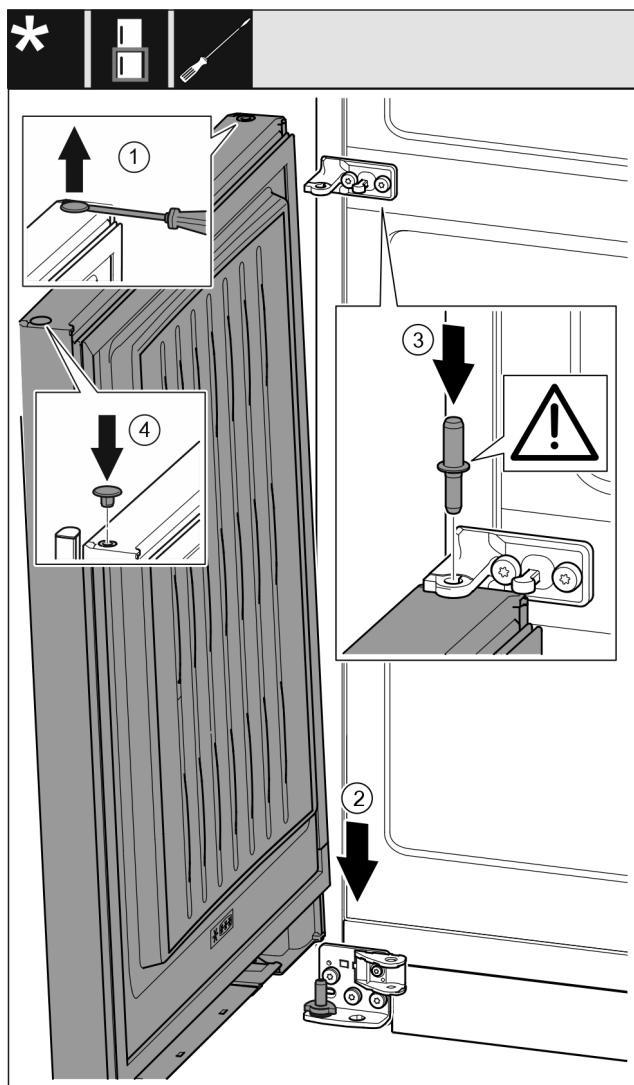

Fig. 35
- ▶ Sollevare il tappo Fig. 35 (1) con cautela con un cacciavite a intaglio ed estrarlo.
- ▶ Inserire la porta Fig. 35 (2) dall'alto sul perno di supporto inferiore.
- ▶ Inserire il perno di supporto centrale Fig. 35 (3) attraverso il blocco di supporto centrale nella porta inferiore. Facendo ciò assicurarsi che la camma di arresto sia rivolta all'indietro.
- ▶ Reinserire il tappo Fig. 35 (4) sull'altro lato della porta.